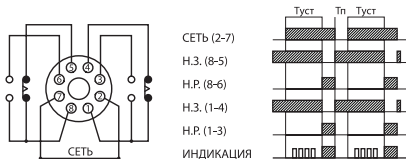

Рисунок 12. Схема работы реле PB1 (в режиме работы А) и реле PB4
2. Для реле PB1 в режиме А, реле PB3 и PB4 нагрузки, подключенные к контактам 1-3 и 8-6, работают в режиме 2р переключения — задержка включения (см. рисунок 12, 15).